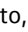

Fig. 1 Plancia lato passeggero: interruttore a chiave per la disattivazione e la riattivazione dell'airbag frontale lato passeggero
4. Introdurre fino al secondo punto di resistenza l'ingegno della chiave nell'interruttore che si trova sulla plancia → *fig. 1*. In quella posizione l'ingegno della chiave è per 3/4 dentro l'interruttore → .